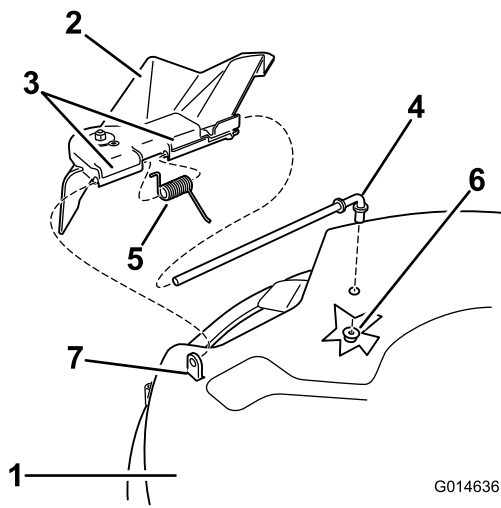

Figura 59
1. Localice los elementos mostrados en la Figura 59.
2. Retire la tuerca (9,5 mm) de la varilla (debajo del cortacésped) (Figura 59).
3. Retire la varilla del espaciador corto, del muelle y del deflector de hierba (Figura 59). Retire el deflector de hierba dañado o desgastado.
4. Vuelva a colocar el deflector de hierba (Figura 59).
6. Coloque el muelle sobre la varilla, con los extremos de los alambres hacia abajo, y entre los soportes del deflector de hierba. Deslice la varilla por el segundo soporte del deflector de hierba (Figura 59).
7. Introduzca la varilla, en la parte delantera del deflector de hierba, por el espaciador corto de la carcasa. Fije el extremo trasero de la varilla en el cortacésped con una tuerca (9,5 mm) (Figura 59).